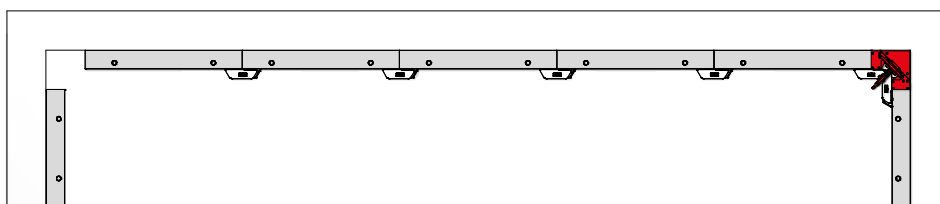

Fig. 38.3
3. Retirer l'angle intérieur décoffrant par le haut, puis décoffrer les panneaux (Fig. 38.3).